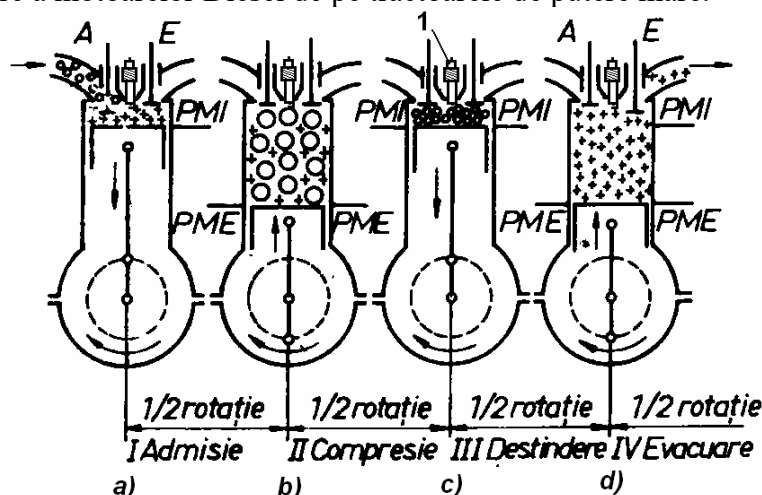

Fig. 1 – Schema de funcționare a MAS
- *timpul I – admisia amestecului carburant în cilindru* (fig. 1,a) are loc datorită depresiunii create (0,75 – 0,95 bar) prin deplasarea pistonului de la PMI spre PME. Admisia
- *timpul II – comprimarea amestecului carburant* (fig. 1,b) se realizează prin deplasarea pistonului de la PME la PMI, când ambele supape sunt închise. Ca urmare, presiunea amestecului carburant crește și spre sfârșitul compresiei, cu avans față de PMI, o scânteie electrică dată de bujia 1 aprinde amestecul carburant. Rezultă gaze cu presiune mare și temperatură ridicată;
- *timpul III – detenta (destinderea) gazelor de ardere* (fig. 1,c) este timpul motor, când se produce lucrul mecanic. Forța de presiune a gazelor rezultate prin ardere (supapele sunt închise) împinge pistonul de la PMI spre PME;